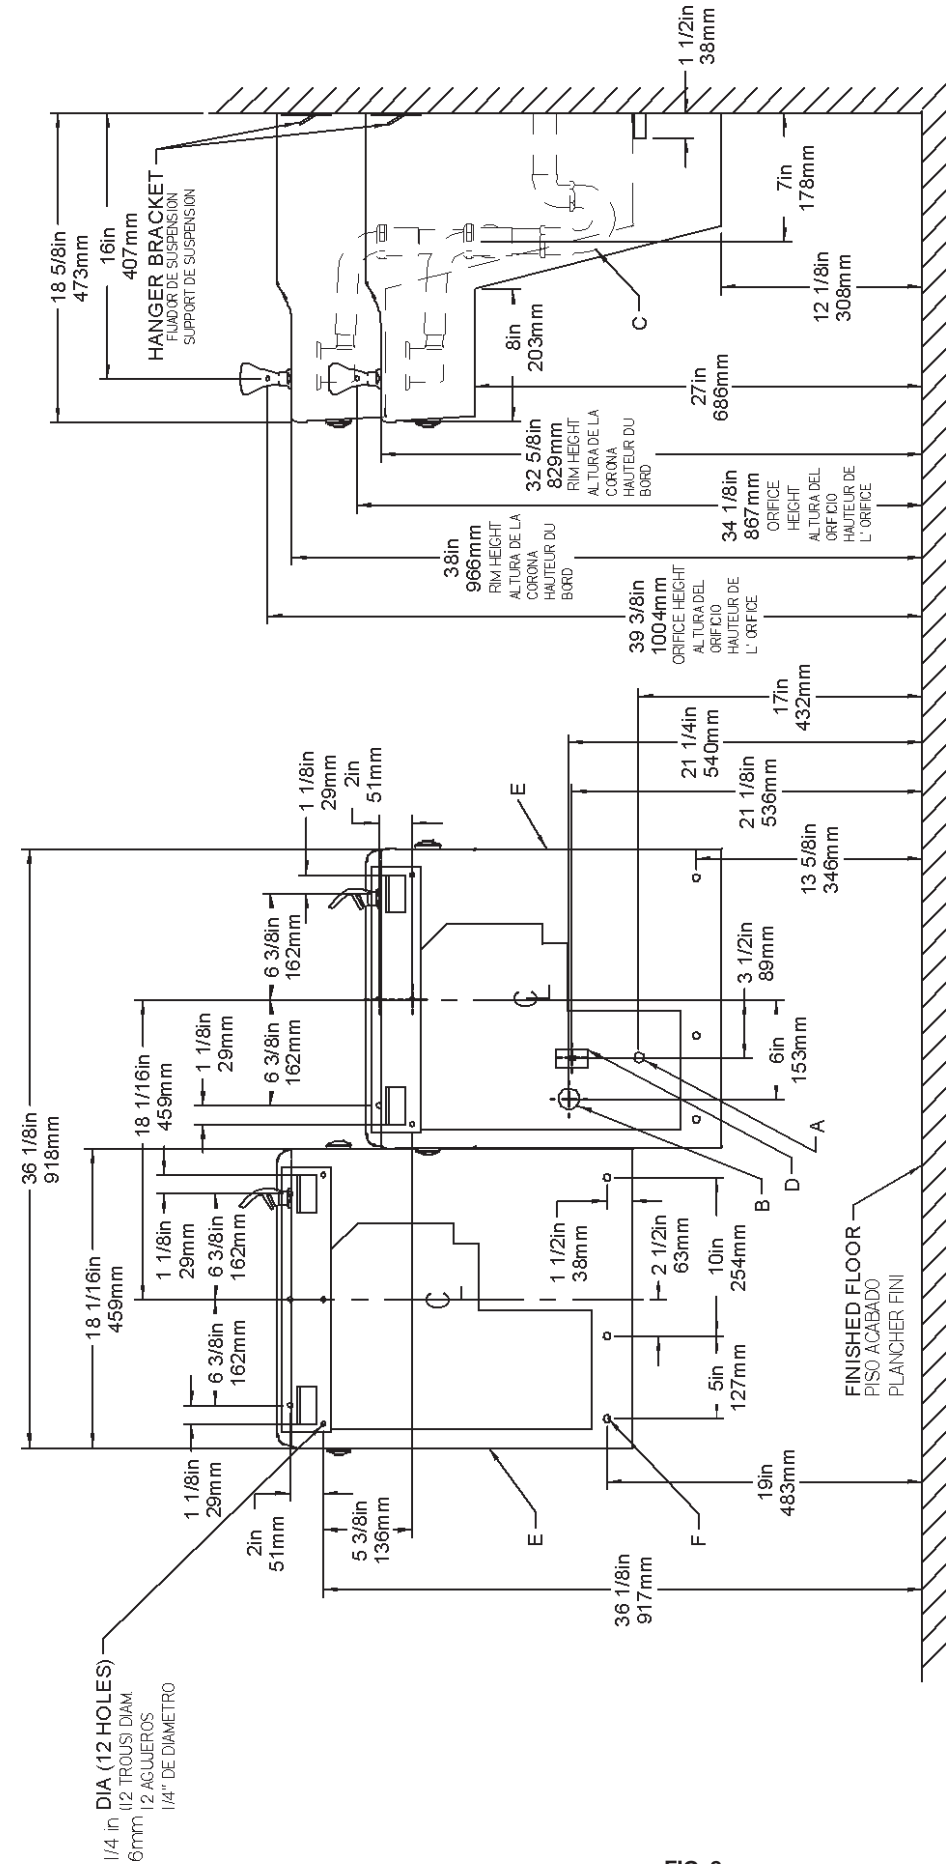

FIG. 2
- 1) Remove hanger bracket fastened to back of cooler by removing one (1) screw.
- 2) Mount the hanger bracket and trap as shown in Figure 2.
- Anchor hanger securely to wall using all six (6) 1/4 in. dia. mounting holes.
- 1) Quite el fijador de suspensión sujetados a la parte posterior del enfriador quitando un (1) tornillo.
- 2) Monte el fijador de suspensión y quite el purgador como se muestra en la Fig.2.
- Ancle el suspensor de forma segura a la pared usando todos los seis (6) agujeros de montaje de 1/4" de diámetro.
- 1) Retirez le support de suspension à l'arrière du refroidisseur en enlevant une (1) vis.
- 2) Installez le support et le siphon tel qu'indiqué à la fig. 2.
- Ancrez solidement le support au mur à l'aide des six (6) trous de fixation d'un diam. 1/4 po.